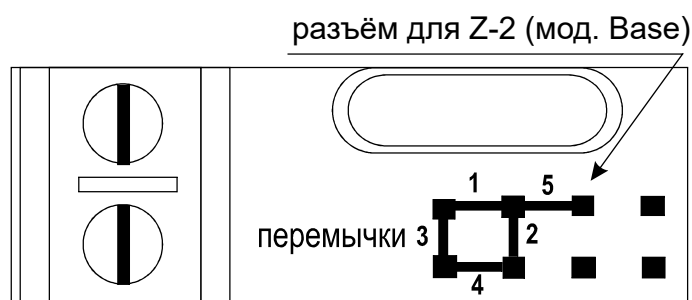
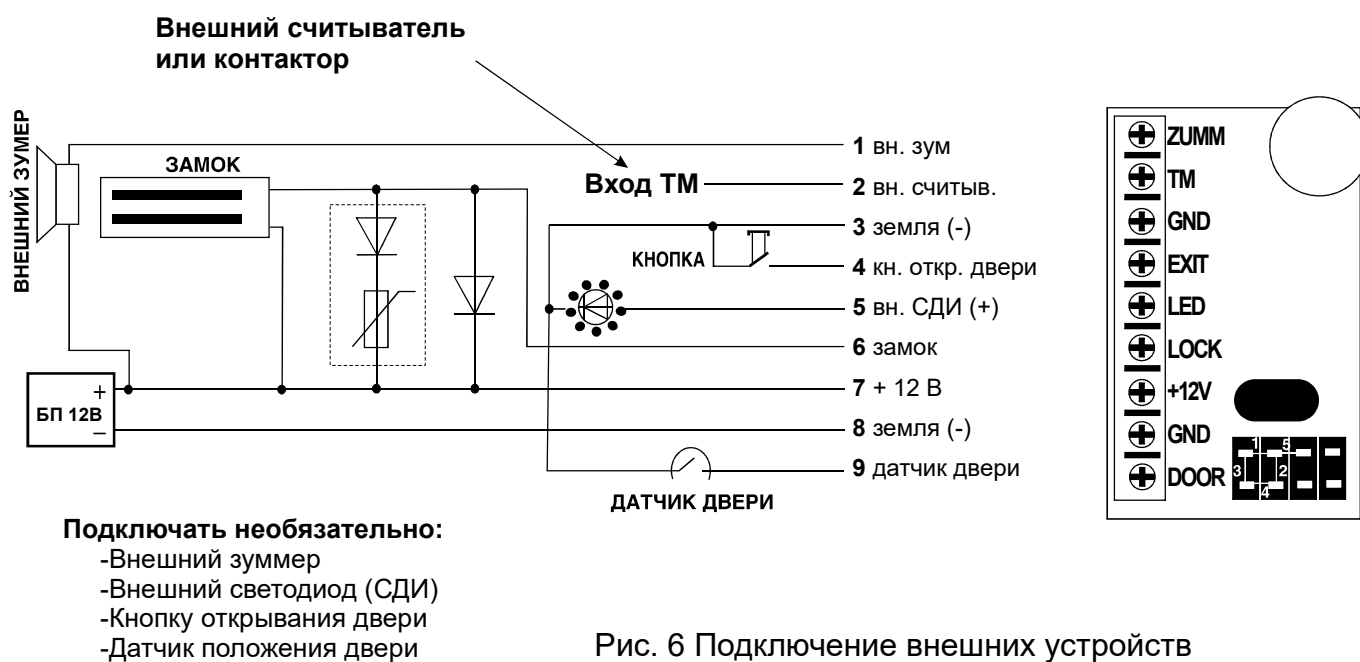

Рис. 3 Положение перемычек
Рис. 6 Подключение внешних устройств
В комплект поставки контроллера Z-5R входит перемычка, которая используется для программирования контроллера (всего пять положений) (см. рис.3).
Для уменьшения этой зависимости в контроллер встроена схема гашения тока, которая превращает «лишнюю» энергию в обмотке замка в тепло, что существенно сокращает время срабатывания замка. Однако возможности схемы не безграничны, и при трафике более 25 проходов за 5 минут она может выйти из строя из-за перегрева. Для защиты схемы гашения тока для таких точек прохода необходимо установить шунтирующий диод параллельно обмотке замка. После этого время срабатывания (открывания) электромагнитного замка может возрасти на 1-3 секунды по сравнению с работающей схемой гашения тока. Если такое увеличение времени неприемлемо, то рекомендуется последовательно с диодом установить варистор на напряжение до 14 вольт и рассеиваемой энергией от 0,7 Дж (рекомендуется V8ZA2P) (см. Рис.6).
4. Установите защитный диод (см. Рис.6). В случае, если замок электромеханический, установите перемычку в положение 1 (см. рис.3).